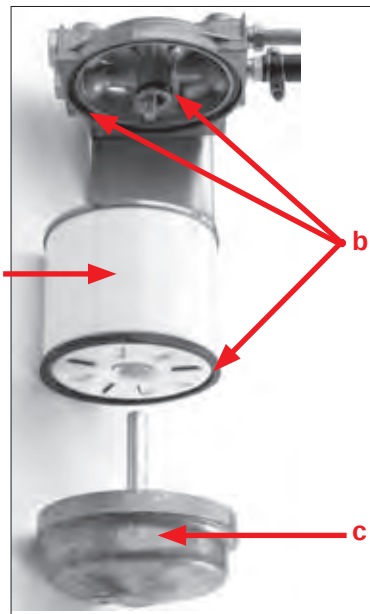

Fig. 76
4. Rengør filterholderens og filterdækslets tætningsflader Pos. c (Fig. 76).
5. Udskift tætningerne Pos. b (Fig. 76).